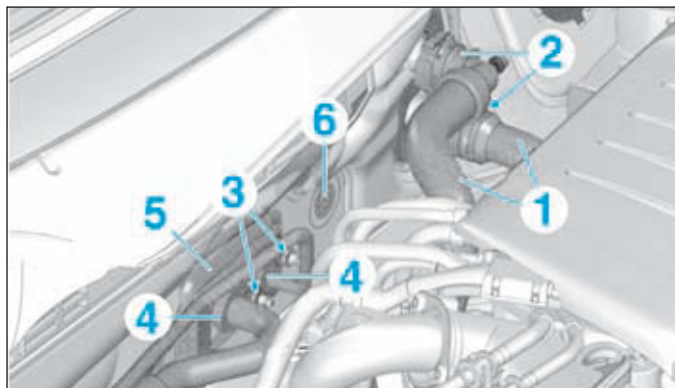
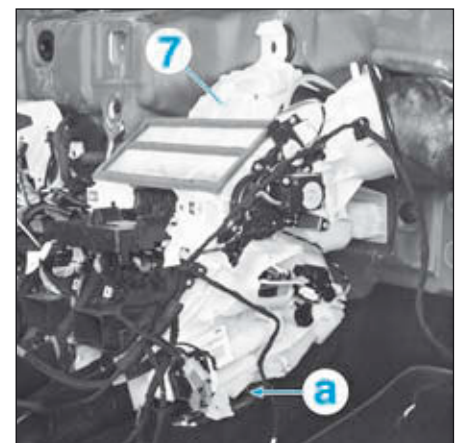

FIG.15
FIG.16
- Placer les outils [2] sur les durits (1) (Fig.15).
- Débrancher les raccords (2).
- Déposer les écrous (3).
- Débrancher les raccords (4) sur le détendeur.
- Déposer la platine (5).
- Déposer la vis (6).
- Débrancher la durit d'évacuation de la condensation en (a) (Fig.16).
- Déposer le boîtier de chauffage-climatisation (7).